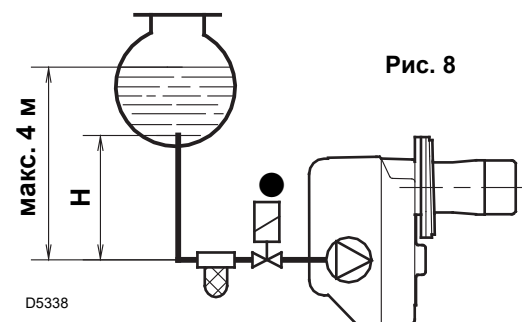
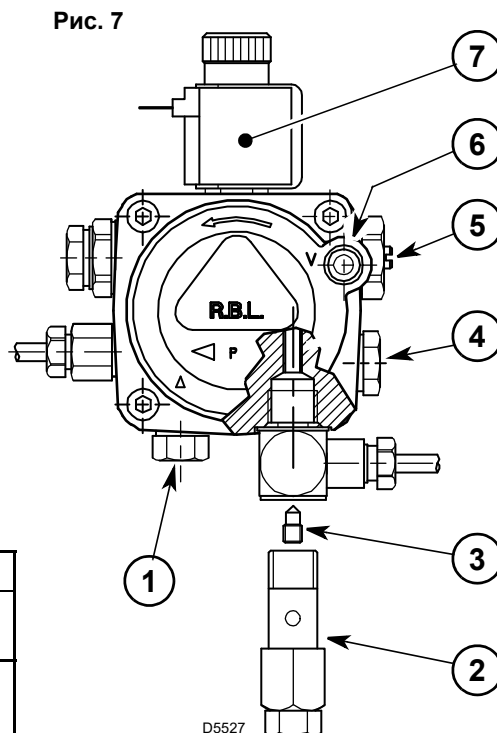

Рис. 8
Рис. 7
- Насос предназначен для работы в режиме двухходовой системы. Для работы в режиме одноходовой системы необходимо открутить штифт 2), снять перепускной винт (3), затем закрутить (2) (см. рис. 7).
В системе на рис. 8 достаточно ослабить штуцер вакуумметра (6, рис. 7) и подождать, пока начнет вытекать топливо.